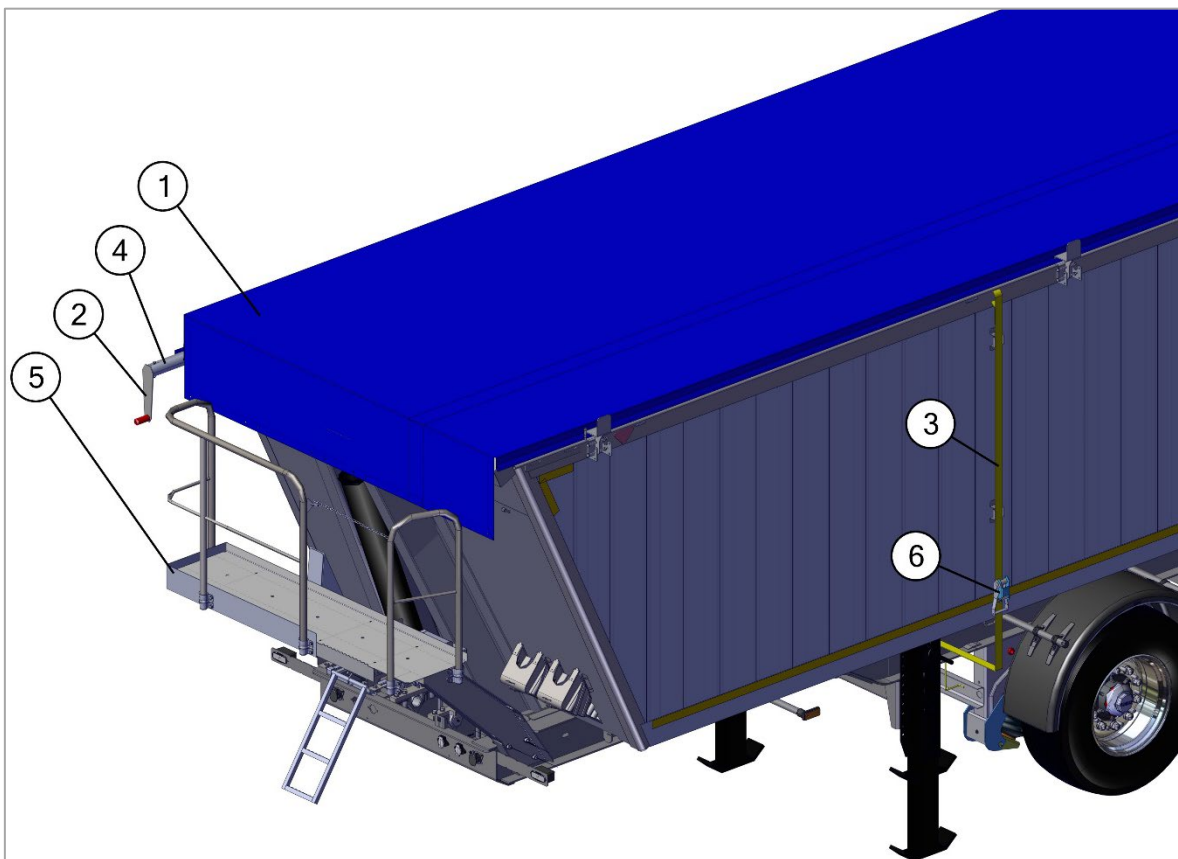

Рис. 43. Затентованный полуприцеп
Тент полуприцепа (Рис. 43) состоит из непосредственно тента, изготовленного из тентового материала (1), трубы (2), механизмов натяжения, состоящих из ремней крепления тента (3) и храповых механизмов (6), расположенных на ремнях крепления тента и отрезков эспандерного жгута для фиксации тента в передней и задней части самосвала в затентованном состоянии.